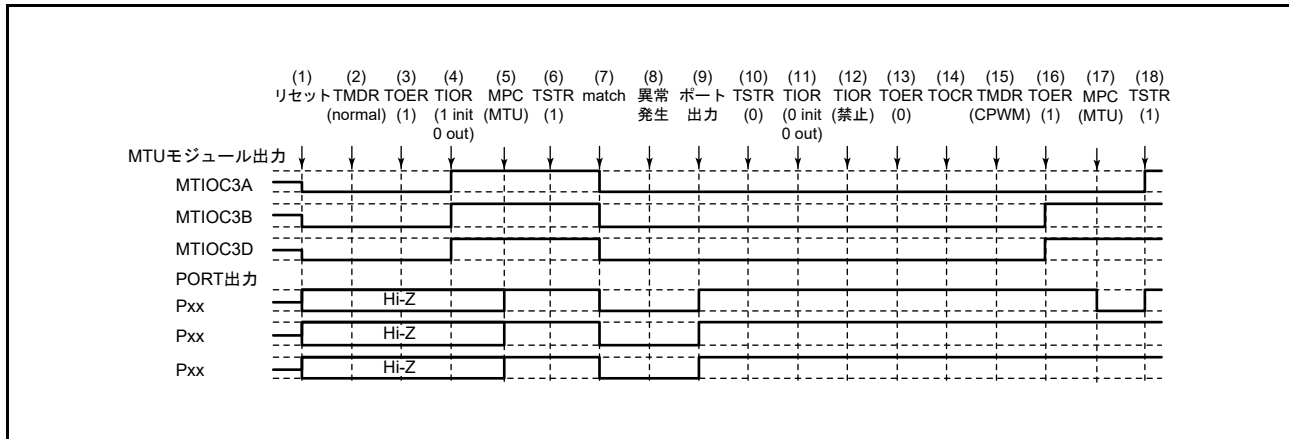

図 22.131 ノーマルモードで異常が発生し、相補 PWM モードで復帰する場合
ノーマルモードで異常が発生し、再設定後相補 PWM モードで再スタートする場合の説明図を図 22.131 に示します。
(1)～(13) は図 22.131 と共通です。
(14) TOCR レジスタでリセット同期 PWM モードの出力レベルと周期出力の許可 / 禁止を選択してください。
(15) リセット同期 PWM モードを設定します。
(16) TOER レジスタで MTU3、MTU4 の出力を許可してください。
(17) MPC と I/O ポートのポートモードレジスタ (PMR) で MTU 出力としてください。
(18) TSTR レジスタで再スタートします。